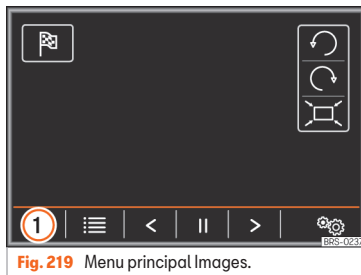

Fig. 219 Menu principal Images.
- Appuyez sur la touche de fonction » fig. 219 ① puis sélectionnez le support de données sur lequel se trouvent les images enregistrées.